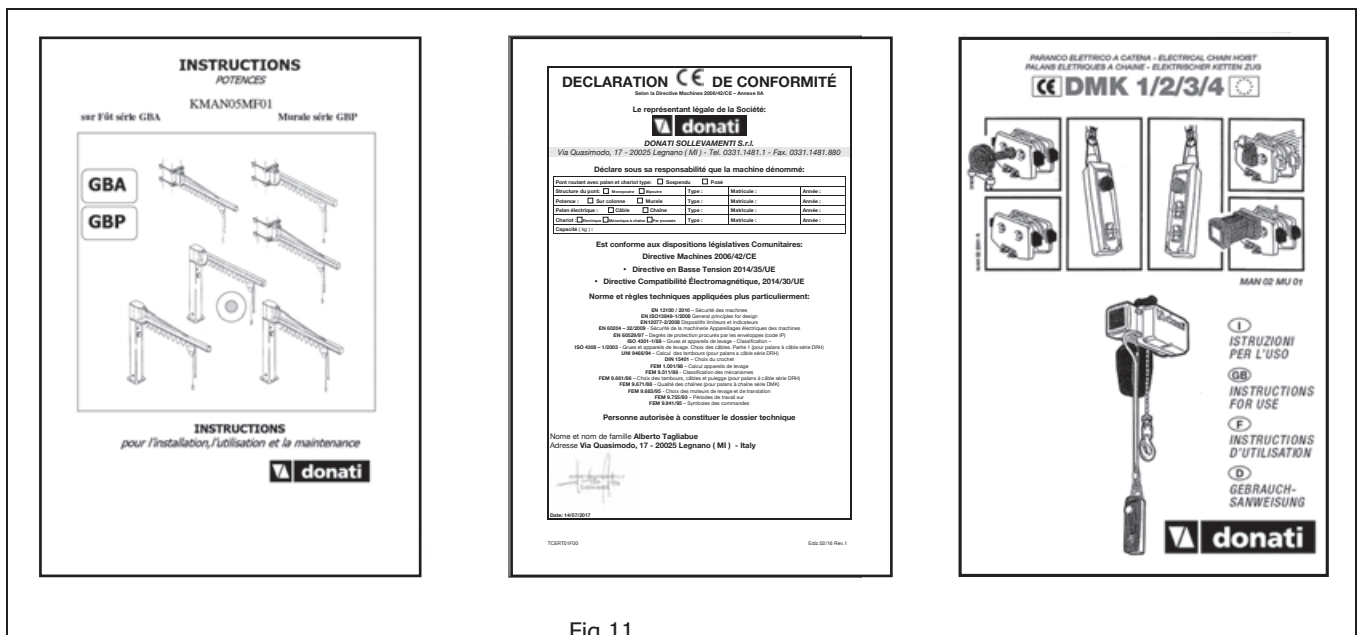

Fig.11
- Documentation juridique et technique fournie avec les potences comprend (fig. 11) :